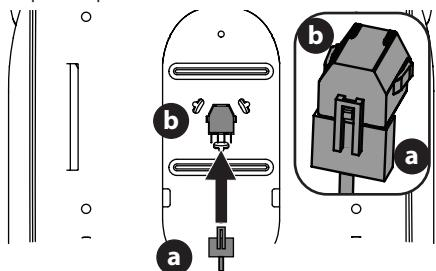

Figure 7
3. Si nécessaire, connectez en toute sécurité le faisceau de fils du commutateur du siège (a) au commutateur du siège (b) (Figure 7). Éloignez en toute sécurité l'excédent de fil des points de pincement avant de continuer.